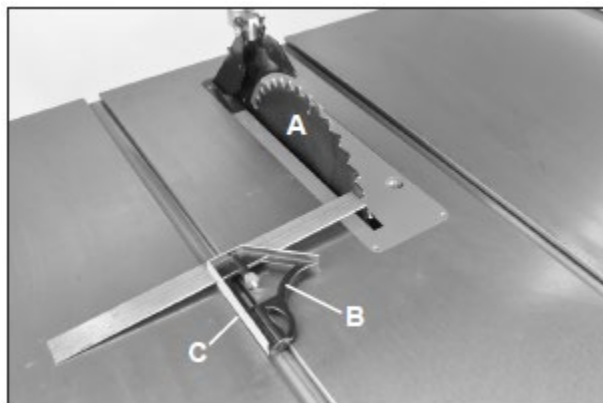

Рис. 30
1. Поднять пильный диск (рис. 30, А) в самое верхнее положение маховичком, расположенным спереди станка.
2. Поставить комбинированный угольник (рис. 30, В) на стол одной кромкой угольника на левый паз приспособления для пиления под углом (рис. 30, С).